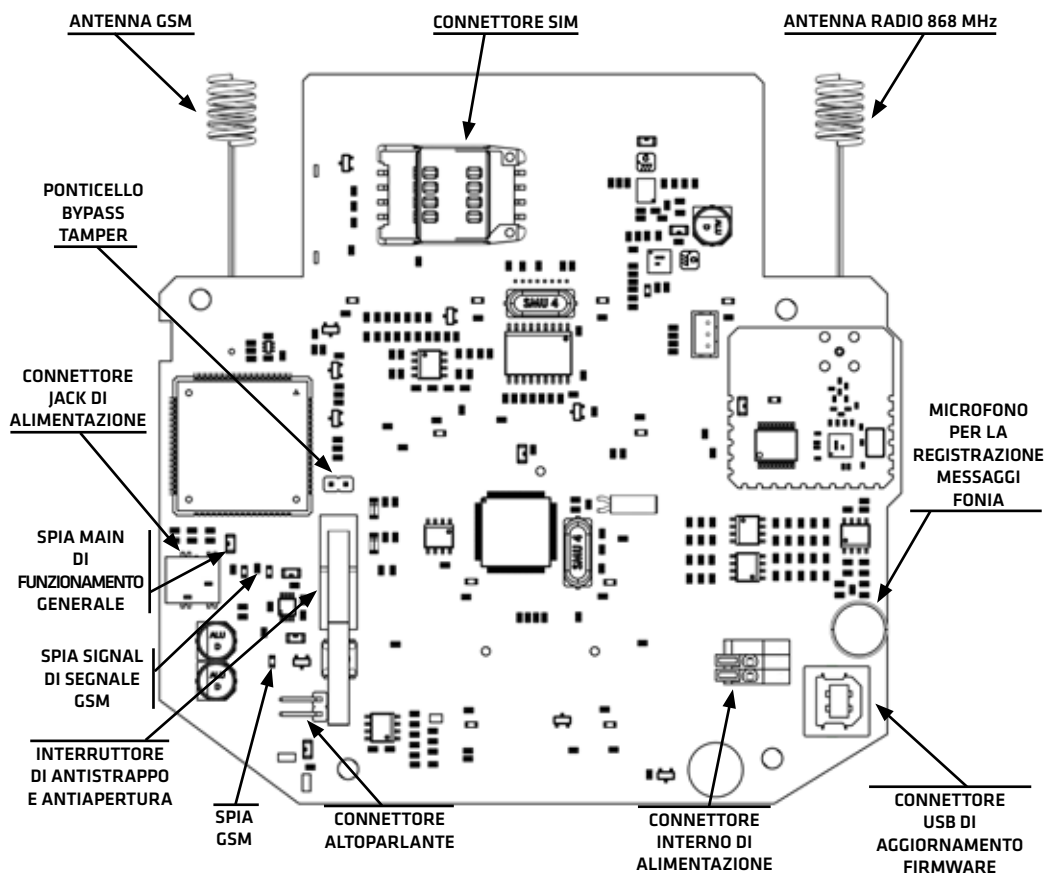

Fig. 1 - Scheda elettronica del dispositivo
La centrale WILMA micro è fornita con una batteria di backup a ioni di Litio (Li-Ion) da 3.7 V, 2400-2600 mAh che garantisce il funzionamento della centrale, anche in assenza di rete elettrica 220 V, per circa 15 ore (batteria perfettamente funzionante). La batteria va collegata sul relativo connettore presente sulla scheda della centrale (si veda la Fig. 1 a pagina 4)).
1. conteggiare il numero di lampeggi del LED verde sulla scheda della centrale denominato SIGNAL (si veda la Fig.1). Il numero di lampeggi è pari all'intensità del segnale GSM in scala da 1 a 5 quando il modulo GSM è registrato con la rete (il LED denominato GSM emette un breve lampeggio ogni 3 secondi circa);